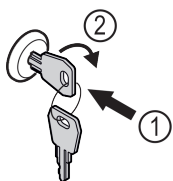

Fig. 122
- Inserire la chiave. Fig. 122 (1)
- Ruotare la chiave di 90° in senso orario. Fig. 122 (2)